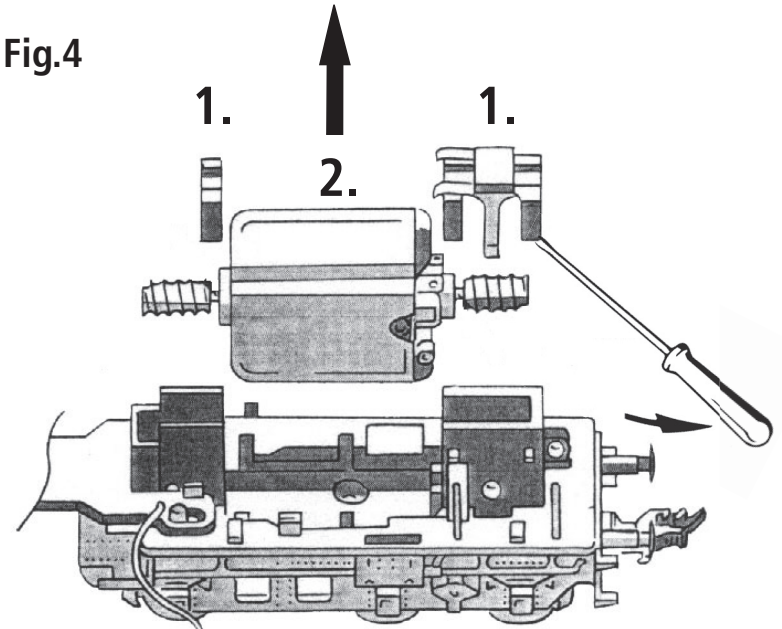

Fig. 10
siehe Fig. 10
A.C. operation: see fig. 10
Version en courant alternatif: voir fig. 10